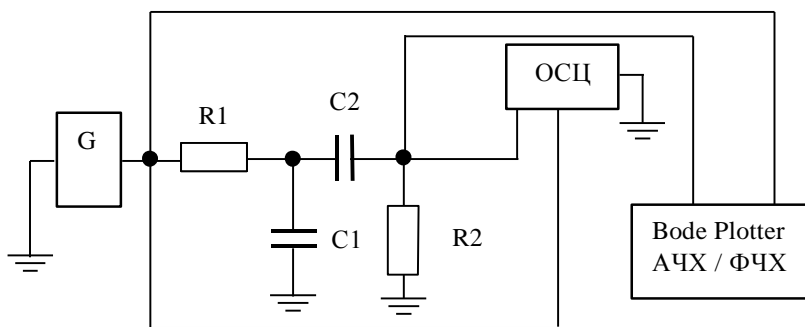

Рисунок 1
- 2.1. Зібрати схему смугового фільтру (рис.1)